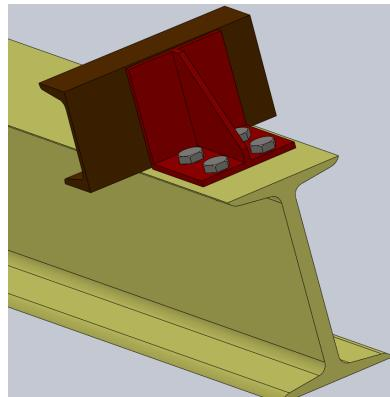

Рисунок 2 – Базовое нагружение упора
- приложенная нагрузка равномерно распределена по передней грани упора, все крепежные болты зажаты (рисунок 2);